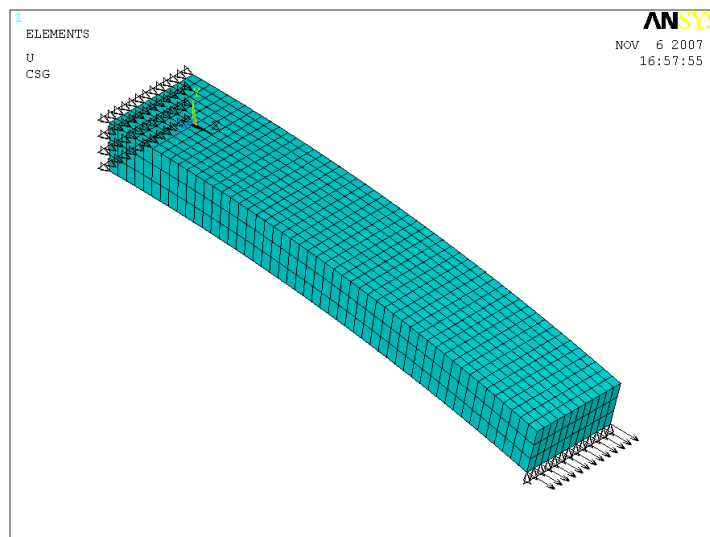

Рисунок 52. Результаты приложения нагрузки к узловым точкам составляющим составной части *NODE_ROR_LOAD*
- Нажимаем кнопку *OK* (Рисунок 52).